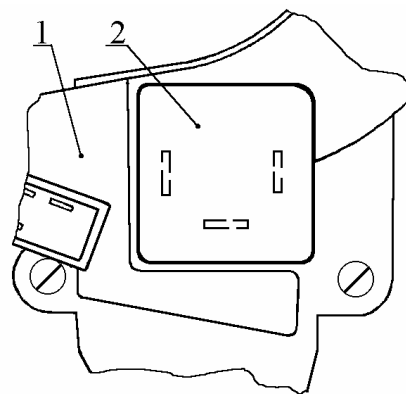

Рис. 24. Снятие реле-прерывателя:
7.5. Снять реле прерывателя 2 (рис.24) из колодки переключателя 1 световой сигнализации.